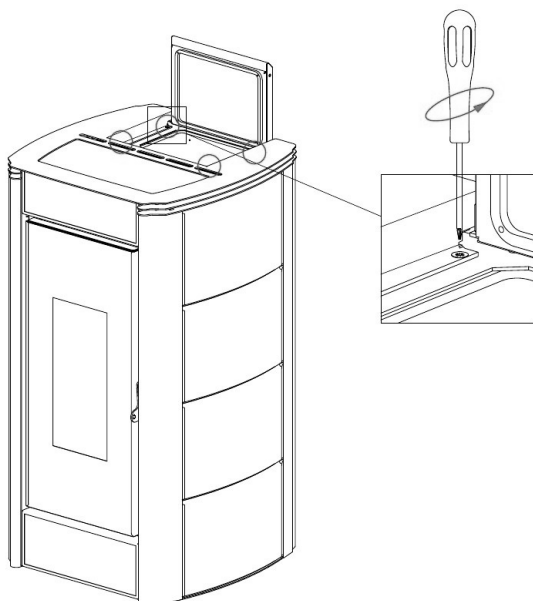

Fig. 34 - Remoção de parafusos
- Remover a tampa: desaparafusar os 4 parafusos superiores (ver **Fig. 34**).